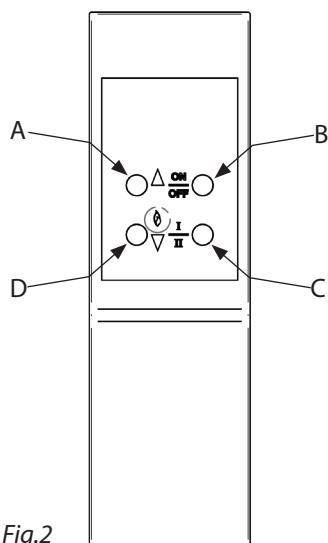

Fig.2
- Als stap 2 op de EFC25 aangesloten is, kan hij met de afstandsbediening worden bestuurd (fig. 2-C).